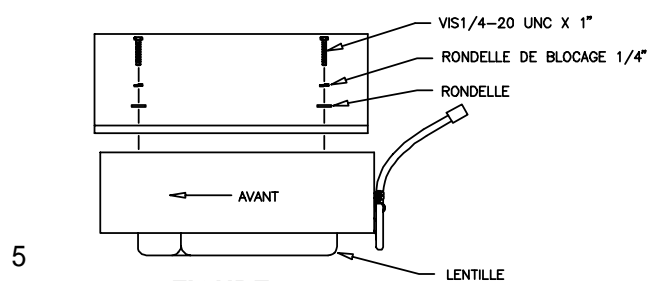

FIGURE 3
5. Monter le radar sur le support de montage grâce au kit de montage. Voir figure 3.